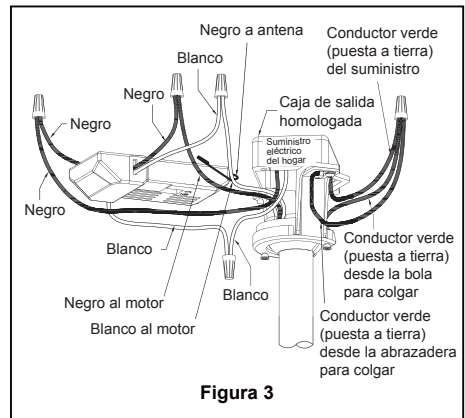

Figura 3
2. Deslice el receptor en el soporte de suspensión. Conecte los conductores verdes de la abrazadera para colgar, bola para colgar y conductor verde del suministro (puesta a tierra) con el conector de cables. Conecte el conductor negro de la unidad receptora marcado "AC IN L" al conductor negro de alimentación con el conector de cables. Conecte el conductor blanco de la unidad receptora marcado "AC IN N" al conductor blanco de alimentación con el conector de cables. Conecte el conductor negro de la unidad receptora marcado "TO MOTOR N" al conductor blanco del ventilador con el conector de cables incluido con la unidad receptora. Conecte el conductor negro de la unidad receptora marcado "TO MOTOR L" al conductor negro del ventilador con el conector de cables que se adjunta con la unidad receptora. (Figura 3)